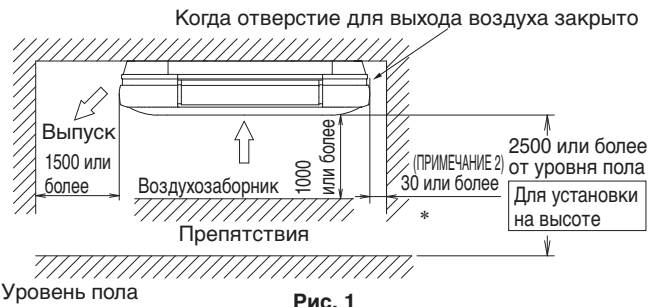
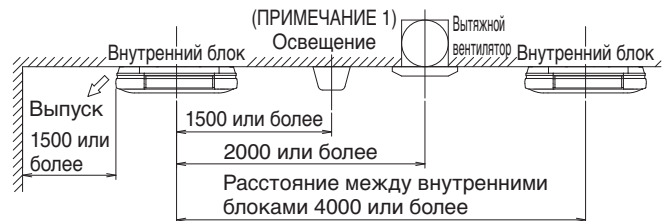

Рис. 1
Рис. 2
(1) Выберите место установки, которое соответствует следующим условиям и которое одобрено клиентом.
- С наличием свободного пространства, достаточного для установки и технического обслуживания. (См. Рис. 1 и Рис. 2)